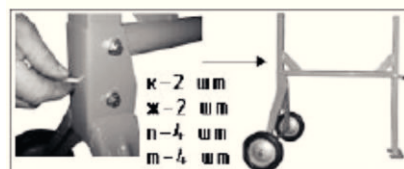

Рис. 4.
6.3. Смонтируйте раму (Д) в сборе с передней стойкой (Е) на заднюю стойку (В) используя крепеж (к, ж, п, т), что бы получилась конструкция как на Рис.4.